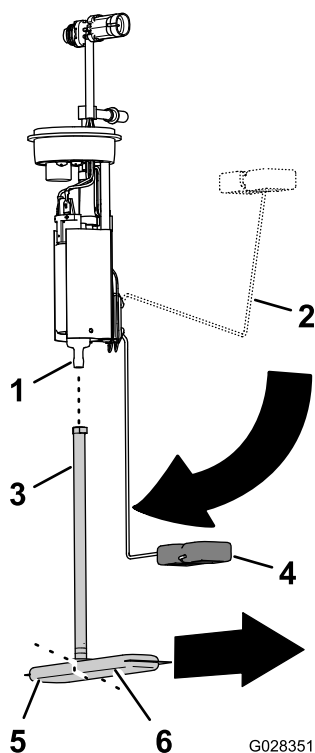

図 85
1. 燃料ポンプのフィッティングから燃料フィルタのピックアップチューブを外す 図 85。
2. 新しい燃料フィルタのピックアップチューブを、燃料ポンプのフィッティングに合わせる 図 85。
3. 燃料フィルタの長い方の脚を、フロートのアームが「残量ゼロ」位置の時のフロートに合わせる 図 85。
4. 燃料ポンプのフィッティングをピックアップチューブの一番奥まで入れる 図 85。
2. 燃料ポンプ / センダーユニットを、燃料タンク内部に入れる 図 84と図 85。